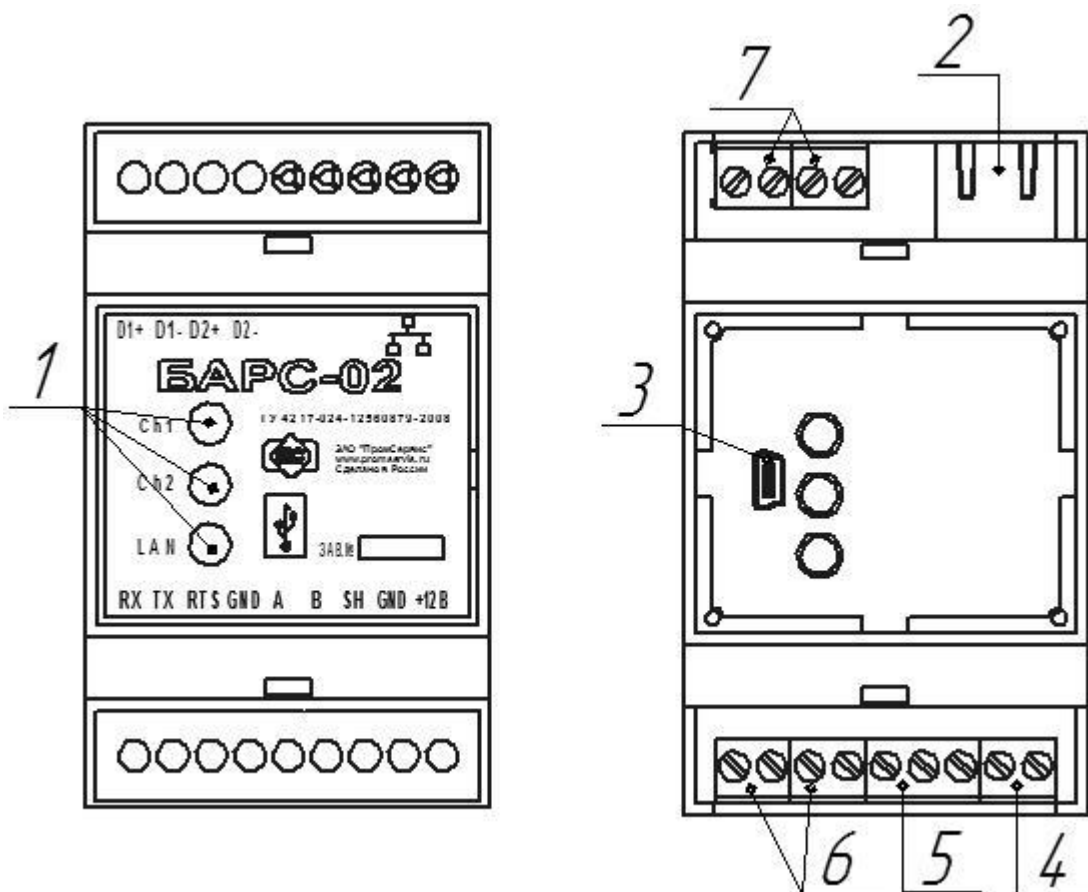

Рисунок 1 – Расположение основных элементов **БАРС-02-П-3-П**
4.8 Сигнальные светодиоды соединения, расположенные на лицевой крышке блока БАРС-02-П-3-П индицируют наличие соединения с серверами сбора данных по каждому каналу «Ch1», «Ch2» (Рисунок 1). При наличии соединения включается соответствующий номеру канала светодиод, при отсутствии соединения – выключается. При обмене данными происходит мерцание светодиода с частотой обмена данными.
- Подключить виртуальный COM-порт ПК через кабель USB/miniUSB (далее USB кабель) к разъему miniUSB тип B расположенному под крышкой корпуса (Рисунок 1 поз.3).
5.6 После подачи блоком светового сигнала индикатором «LAN» (свечение в течение 1 сек), расположенном на лицевой панели (Рисунок 1), не позднее 15 с нажать кнопку “ОК”. При сообщении об успешном соединении нажать кнопку “Считать из контроллера”, при этом текущие настройки отобразятся в соответствующих полях. Для **БАРС-02-П-3-П** пользовательский интерфейс представлен на рисунке 4.
6.2 Подключить сетевой Ethernet кабель к разъему (2) (Рисунок 1). Схема обжимки разъёма RJ-45 указана в Приложении Б, Рисунок Б.6.
6.3 Подключить источник питания к соответствующим контактам клеммного блока (4) (Рисунок 1) согласно схеме подключения (Приложение Б, Рисунок Б.4)
6.4 Подключить соединительный кабель от прибора учёта к контактам клеммных блоков (5,6) (Рисунок 1) согласно схеме подключения (Приложение Б, Рисунок Б.2, Рисунок Б.3).
6.5 При необходимости к контактам клеммных блоков (7) (Рисунок 1) подключить охранно-пожарные дискретные датчики, учитывая схему входных каскадов, представленную в приложении Б Рисунок Б.5.
6.7 Подключить сетевой кабель (Рисунок 1).